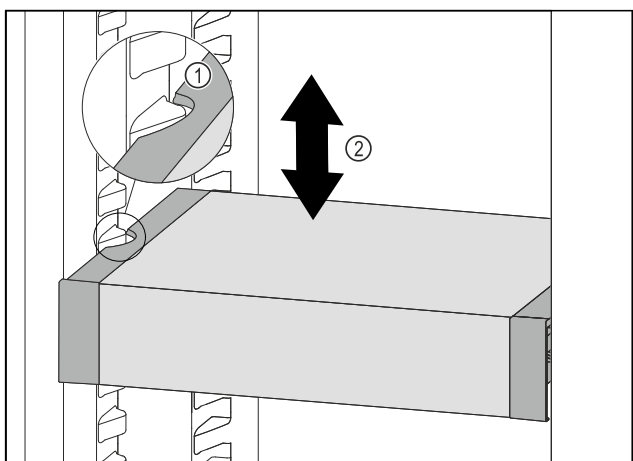

Fig. 182
- ▶ Táhněte VarioSafe dopředu, dokud nebudou boční vybrání VarioSafe na úrovni žebrování na nádoby v chladničce. Fig. 182 (1)
- ▶ Posouvejte VarioSafe v chladničce nahoru nebo dolů, dokud nedosáhnete požadované výšky. Fig. 182 (2)